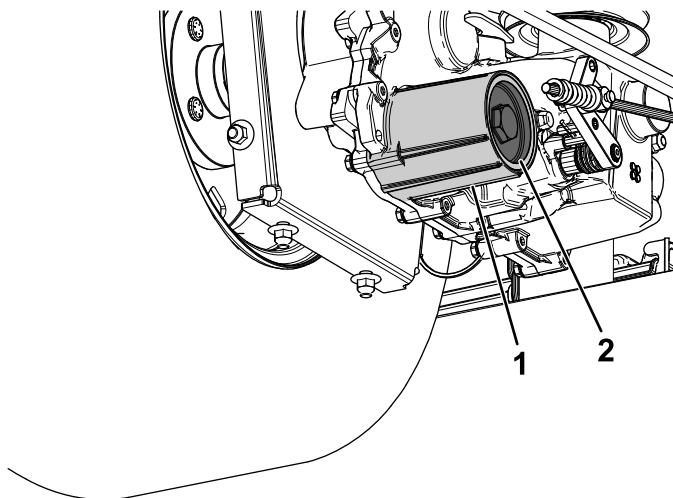

Figure 86
7. Retire la tapa del filtro de fluido hidráulico del transeje para vaciar el fluido (Figure 86).